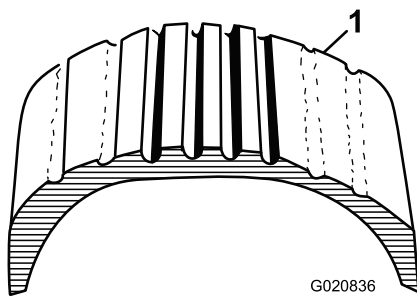
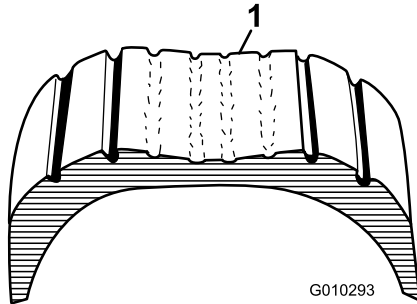

Figura 12
Figura 13
1. Inspeccione visualmente los neumáticos en busca de daños y desgaste (Figura 12 y Figura 13).